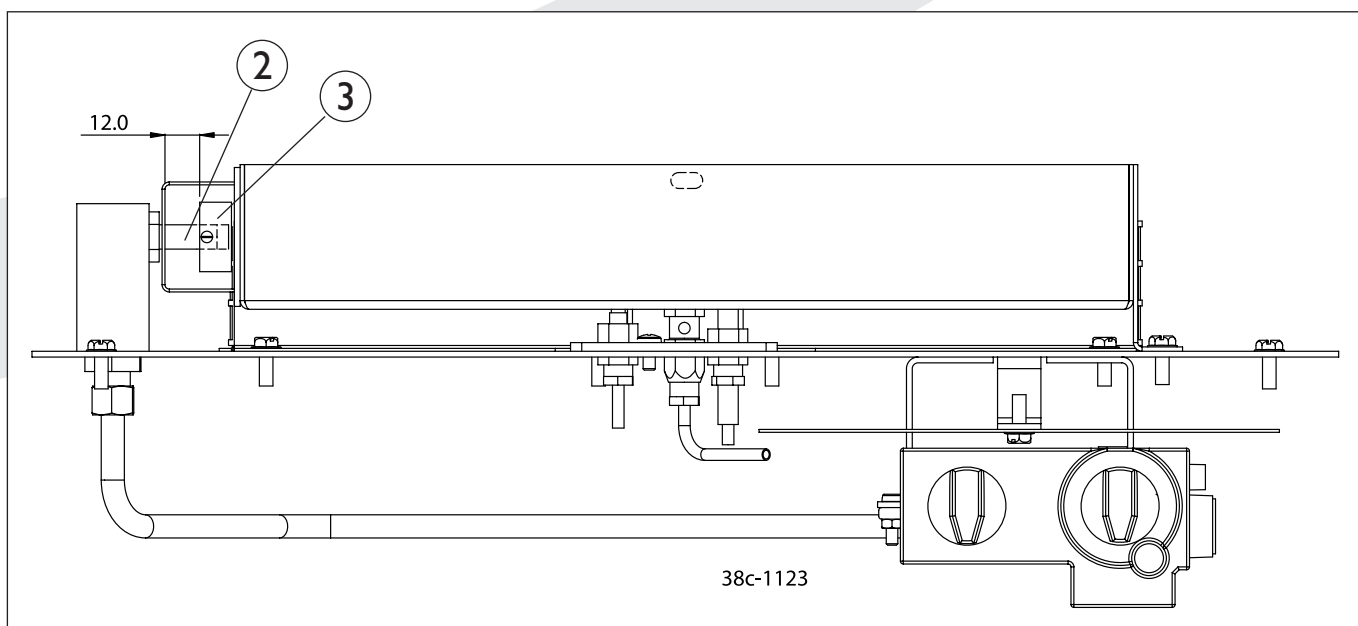

fig. 2
2. Iniettore del bruciatore principale (fig 2)
4. Anello di regolazione (fig 2)